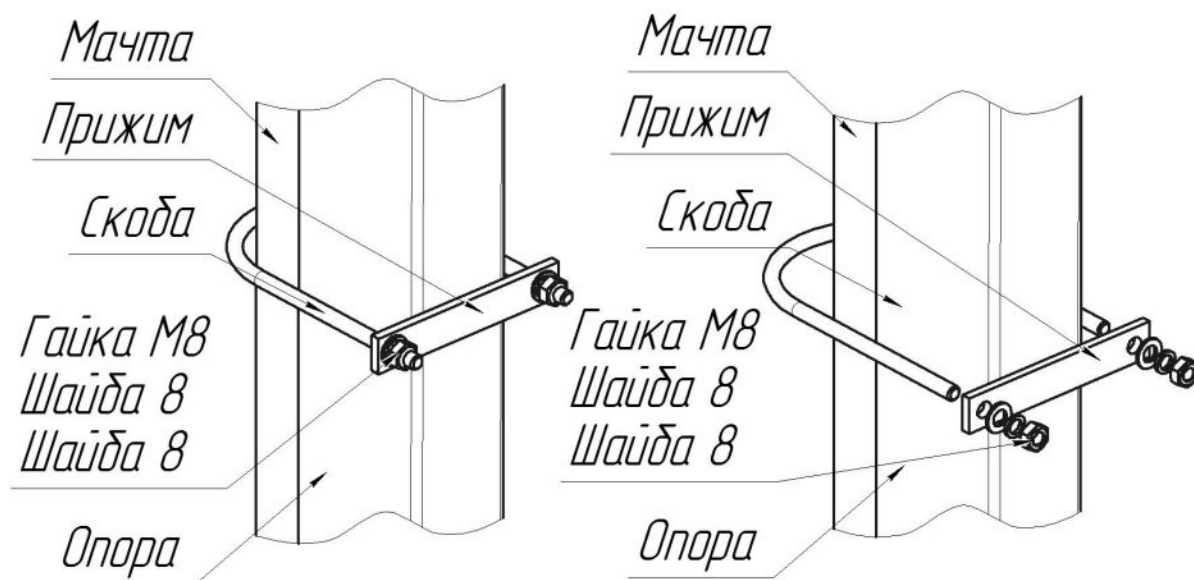

Рисунок 4- Крепление мачты с помощью КМЧ
6.1.8 Зафиксировать мачту с помощью КМЧ (Рисунок 4).